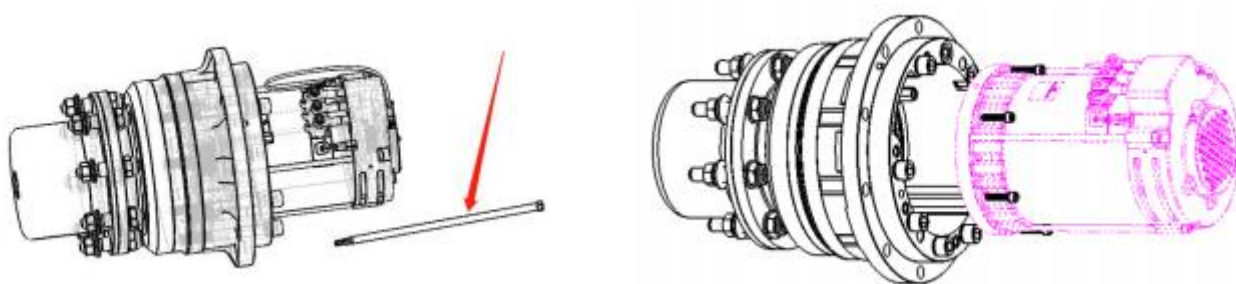

Figura 3.2.7 Ferramenta de desmontagem - Figura 3.2.8 Desmontagem da porca de fixação do motor de tração
(4) Remova os 6 parafusos que fixam o motor com uma ferramenta especial (consulte a figura 3.2.7 e 3.2.8) e retire o motor.